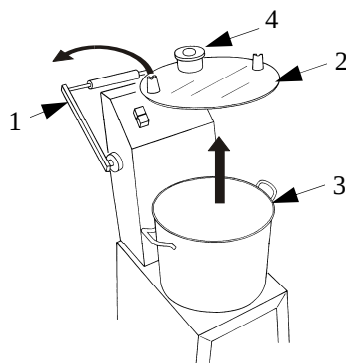

ABB. Nr. 8a - Verladung des Produkts
5.3 - VERLADUNG DES PRODUKTS (siehe ABB. Nr. 8a)